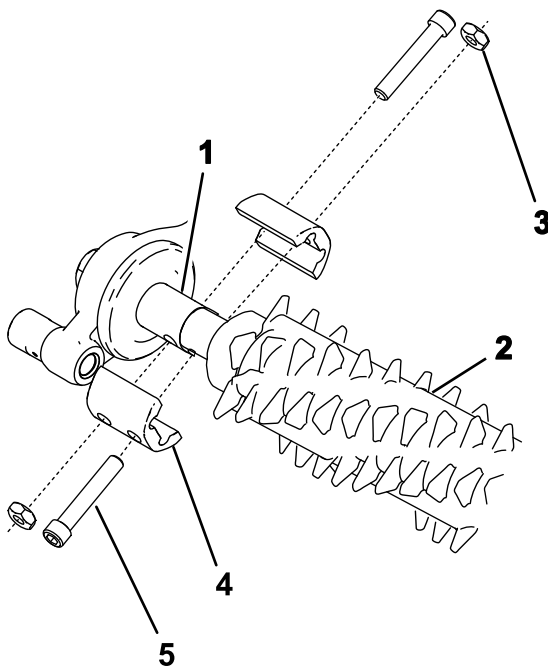

图15
2. 将疏草刀组件与疏草刀驱动箱驱动短轴和总轮总成对齐 图15。
3. 如图15所示用4个螺栓¼ x 1½ 英寸、4个锁紧螺母和4个轴夹将疏草刀固定到机器。